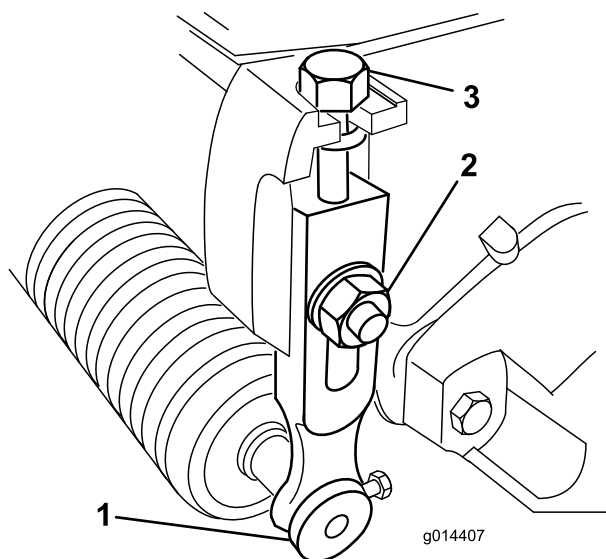

Figura 9
1. Desaperte as porcas de bloqueio que fixam os braços da altura de corte às placas laterais da unidade de corte (Figura 9).